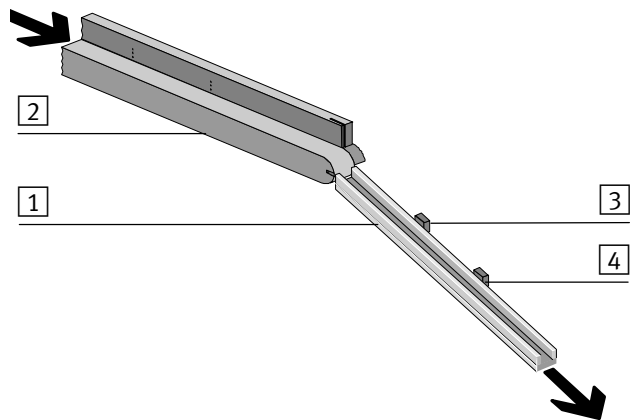

Fig. 3/7: Control de tramos de acumulación con retardo de conexión
Con el CheckKon puede configurarse el CHB-C-N de forma opcional para el funcionamiento con uno o para el retardo de conexión del alimentador de piezas con dos detectores de tramos de acumulación (Fig. 3/7): menú [View] (Vista) [System parameter] (Parámetros de sistema) ◇ Transporting systems (Sistemas de transporte) ◇ Continuing systems (Sistemas de continuidad) ◇ Number of buffer zone sensors (Número de detectores de tramos de acumulación) = 1 (2).